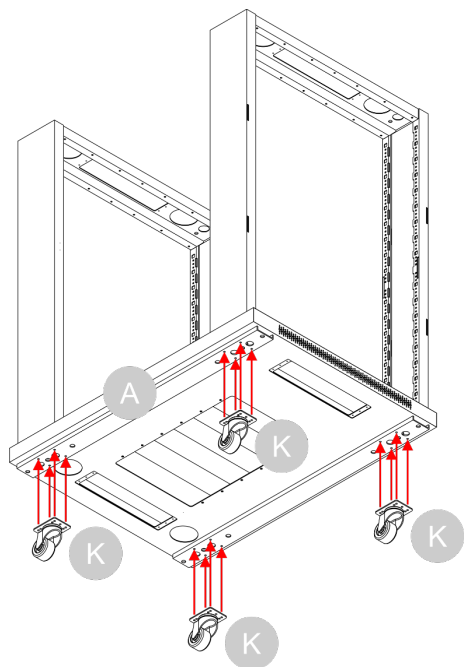

Fig. 21
05) Con una **chiave esagonale (S)**, fissare le 4 **ruote (K)** alla parte inferiore della **piastra inferiore (A)** con **viti 4 x 4 (O)**, come mostrato nella Fig. 21.